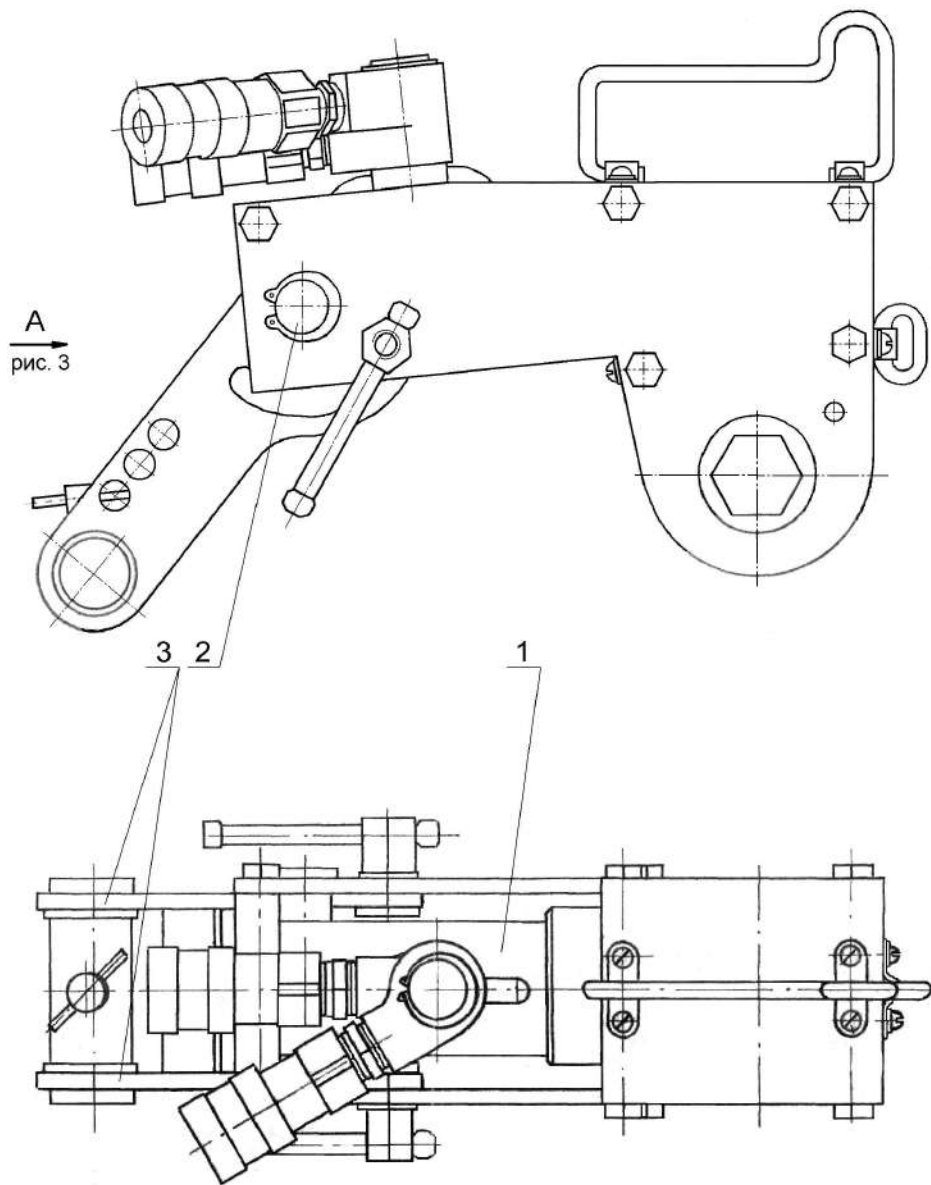

Рис. 2. Механизм вращения
4.3. Механизм вращения (см. Рис. 2 и Рис.3) представляет собой силовой гидроцилиндр поз. 1, корпус которого шарнирно закреплён на оси поз. 2 между щек поз. 3. Шток гидроцилиндра с помощью оси поз. 4 соединен с рычагом поз. 5 храпового механизма. Храповой механизм имеет два сухаря поз. 6, которые взаимодействуют с зубьями полого вала поз. 7, в который вставляется переходник, а на него сменная головка. Сухари прижимаются к зубьям полого вала пружинами поз. 8. Силовая часть механизма вращения шарнирно соединена с силовым упором поз. 9, который воспринимает крутящий момент в период работы ключа. Упор с помощью переходника фиксируется на соседней гайке. Положение упора регулируется и фиксируется фиксаторами поз. 10. Для фиксации упора на соседней гайке в отверстие упора устанавливается удлинитель-упор из комплекта сменных частей, а на удлинитель-упор устанавливается соответствующая насадка на гайку сменная, а также может быть использован переходник для стремянок из комплекта сменных частей. Удлинитель-упор фиксируется в упоре поз. 9 фиксатором поз. 11.